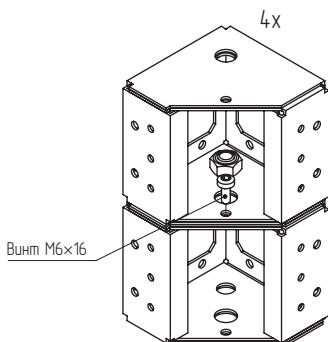

Рисунок 8
4.2.2 Зафиксировать углы цоколя от проворачивания с помощью винта M6×16 (Рисунок 8). Момент затяжки – 7 Н·м.